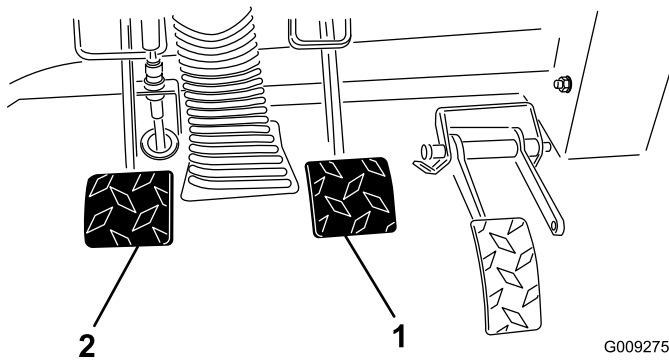

Figure 69
2. Soulevez la pédale de frein (Figure 69) jusqu'à ce qu'elle touche le châssis.